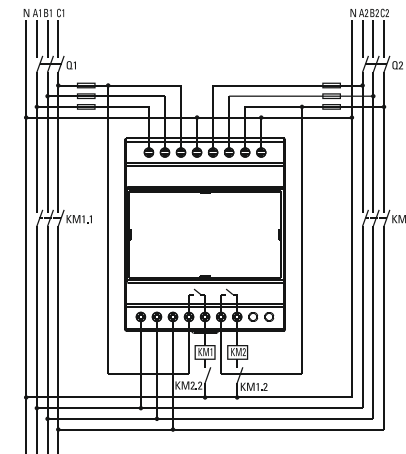

Рис. 3 Схема подключения
4.1. Изделие устанавливается на стандартную DIN-рейку шириной 35 мм. Перед подключением необходимо обесточить все подключаемые вводы. Произвести подключение реле в соответствии со схемой, приведенной на рис. 3.